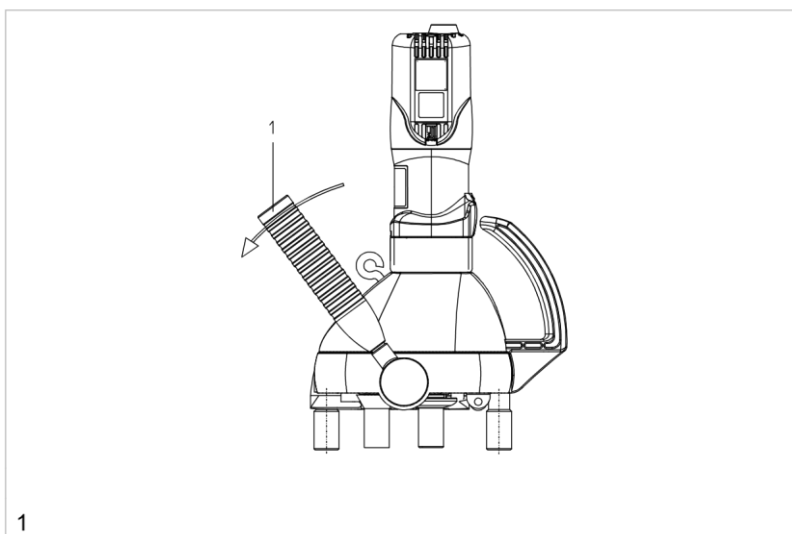

Рис. 5
- Регулировочный рычаг (1) в позиции против направления подачи:
- Регулировочный рычаг (1) в конечной позиции в направлении подачи:
- инструмент в рабочей позиции. (рис. 5)